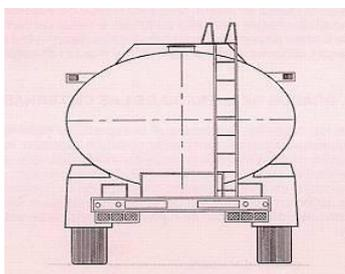

Fig.7: Escala antideslizante de acceso al domo de la cisterna, provista de barandillas en la plataforma de desembarco a la pasarela
- **Escalas de acceso a cisternas:** Escala vertical de peldaños antideslizantes situada preferiblemente en la parte posterior de la cisterna (algunas cisternas presentan la escala vertical en otras partes de la misma) y que permite el acceso a la plataforma de ésta (Ver fig. 7).